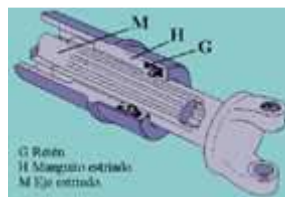

Fig. 47
- **Árbol de transmisión con junta deslizante telescópica (fig. 47)**
Para absorber los posibles desplazamientos longitudinales, como se vio en la fig. 47, la unión del eje a la junta cardán se hace en forma deslizante, por medio de un estriado (M) y (H) dentro del cual puede desplazarse ligeramente.